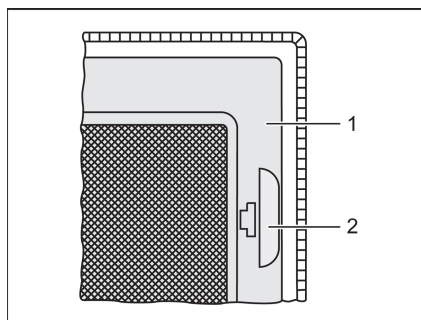

Fig. 41 Protección contra insectos
- Tirar del tirador (Fig. 41,2).
- Plegar hacia abajo la protección contra insectos (Fig. 41,1).
- Plegar hacia arriba la protección contra insectos (Fig. 41,1) hasta que engatille.